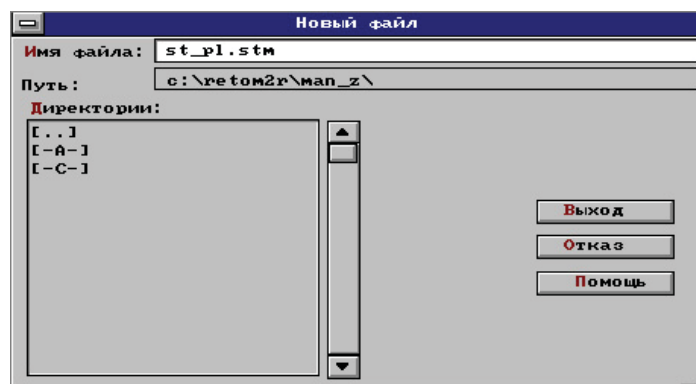

Рис. 7.2. Выбор файла
1. Выбрать уже имеющуюся директорию или создать новую, в которой будет находиться файл. В поле *Путь* (рис. 7.2) отобразится выбранный путь к каталогу.